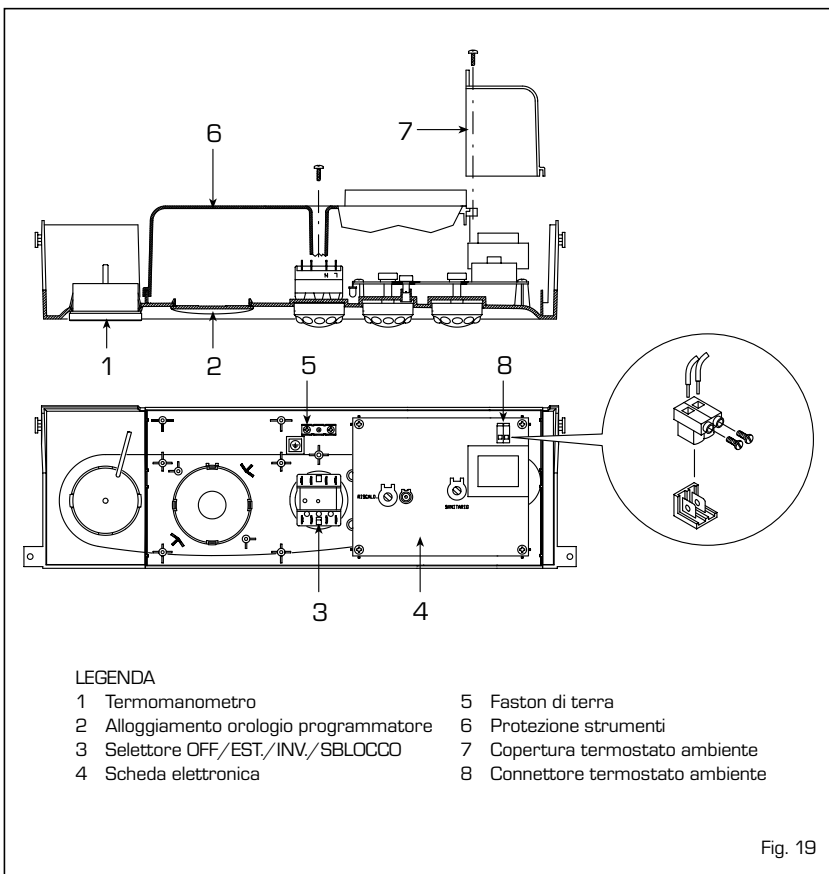

Fig. 19
Il pannello si inclinerà verso il basso di una angolazione sufficiente a permettere il facile accesso ai componenti. Per togliere la protezione svitare la vite di fissaggio ed agire con un cacciavite sulle linguette superiori per sganciarla dal pannello comandi (fig. 19).
2.11.2 Collegamento termostato ambiente (fig. 19)